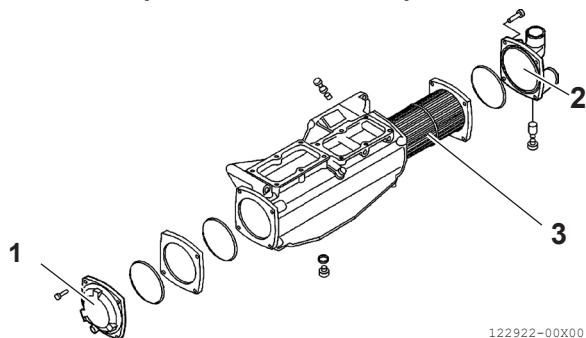

Figure 16
4. Retirez les caches (**Figure 16, (1)**) et (**Figure 16, (2)**) sur un établi ou dans un endroit approprié.
5. Extrayez le faisceau de tubes (**Figure 16, (3)**).